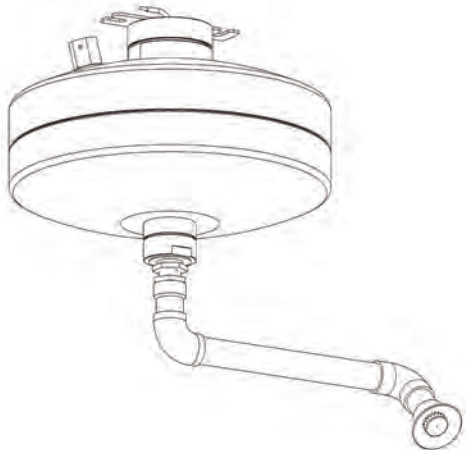

Рисунок 3
3.5 Допускается присоединение к МУПТВ трубопровода направленной подачи Ду20 длиной не более 4х метров для обеспечения равномерного орошения в условиях ограниченного пространства, конструктивных или технологических особенностей защищаемого объекта. Рекомендации по проектированию для таких решений приведены в СТО. Схема возможного исполнения модуля с трубопроводом направленной подачи представлена на рис.3.